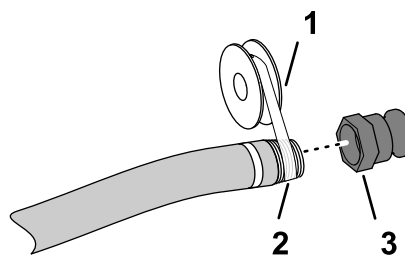

Figure 4
5. Appliquez le ruban d'étanchéité au PTFE (Figure 4) sur le filetage du raccord du flexible de remplissage (NPT 1 pouce).
6. Vissez le raccord rapide femelle sur le flexible de remplissage et serrez-le à la main (Figure 4).